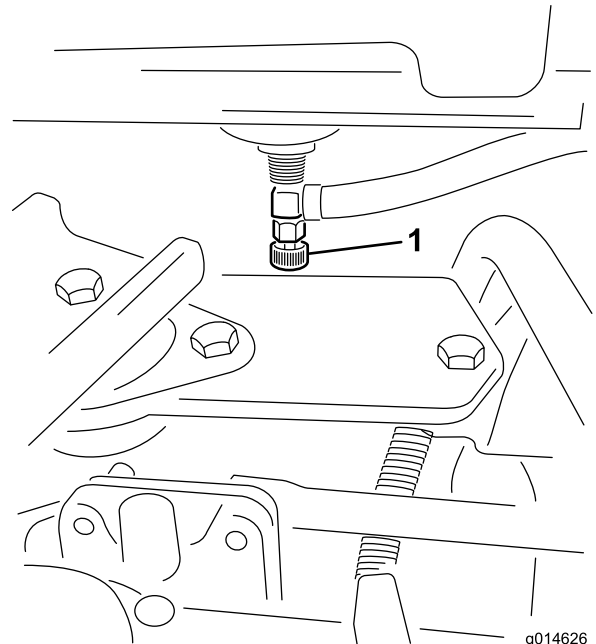

図 44
1. 燃料タンクの下にある燃料バルブ (図 44) を閉める。